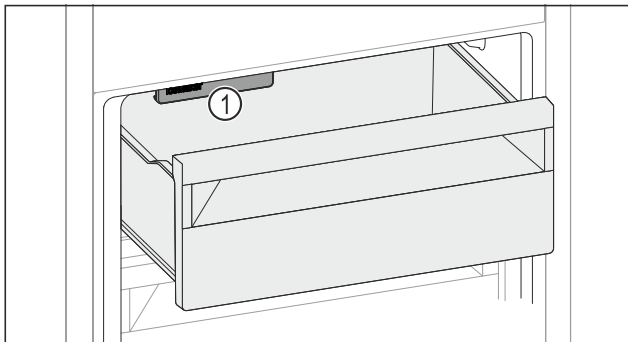

Fig. 180
- Mbani parasysh IceMaker Fig. 180 (1).